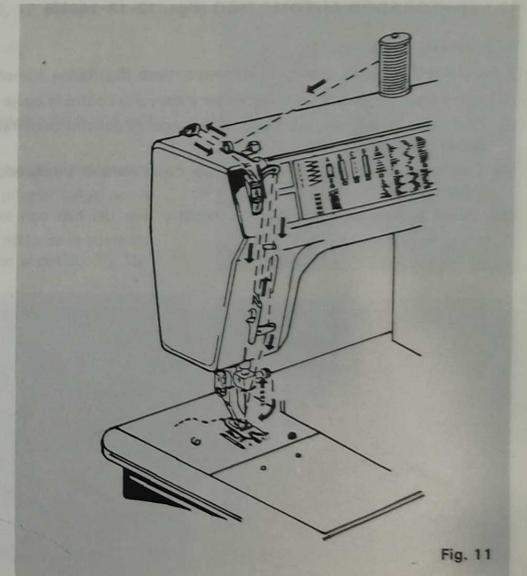

Fig. 11
11.º ENHEBRADO DE LA MAQUINA (fig. 11)